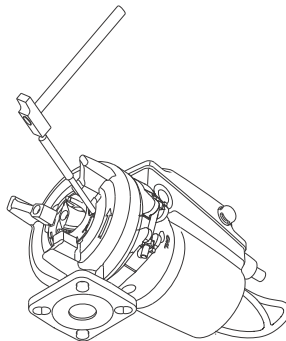

Fig. 15 Afmontering af snittering
2. Løsn snitteringen (44), og åbn bajonetfatningen ved at slå eller dreje snitteringen 15-20 ° mod uret. Se fig. 15.